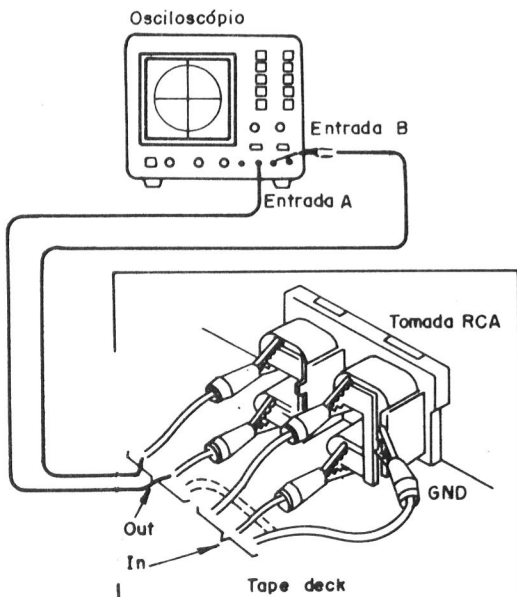

FIGURA 16
b) O osciloscópio deve ser acoplado na saída do Tape Deck (figura 16).